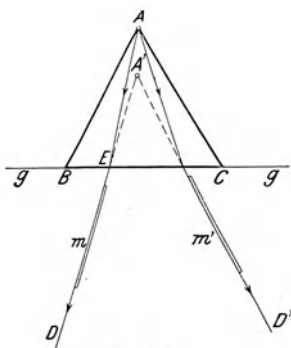

Fig. 120.
**Anleitung.** m) Hefte den Zeichenbogen auf das Reißbrett und ziehe die Gerade  $g$ . Stelle das Prisma  $ABC$  (Fig. 120) mit der Fläche  $BC$  genau über  $g$  und bezeichne sorgfältig durch einen Nadelstich den Ort von  $A$ . Lege den Maßstab auf das Papier, sieh mit einem Auge von  $D$  aus längs seiner Kante  $m$  durch die Prismenfläche  $BC$  hindurch nach der Kante  $A$ . Drehe den Maßstab so, daß  $A$  scheinbar auf der Verlängerung der Maßstabkante liegt und ziehe mit einem spitzen harten Blei längs  $m$  einen Strich. Bewege das Auge nach der Stelle  $D'$ , die ungefähr ebensoweit rechts von der Halbierungsebene des brechenden Winkels liegt, wie  $D$  links davon, bringe den Maßstab in eine solche Lage, daß  $A$  scheinbar auf der Verlängerung der Maßstabkante  $m'$  liegt und zieh längs  $m'$  einen Bleistrich.